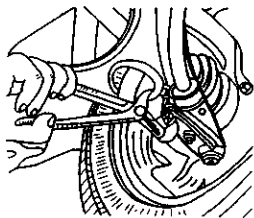

图 3-144 安装球头销
3) 如图 3-144 所示，将球头销重新装配在原位置，并拧紧螺母。在安装球头销时，不能损坏波纹管护套。